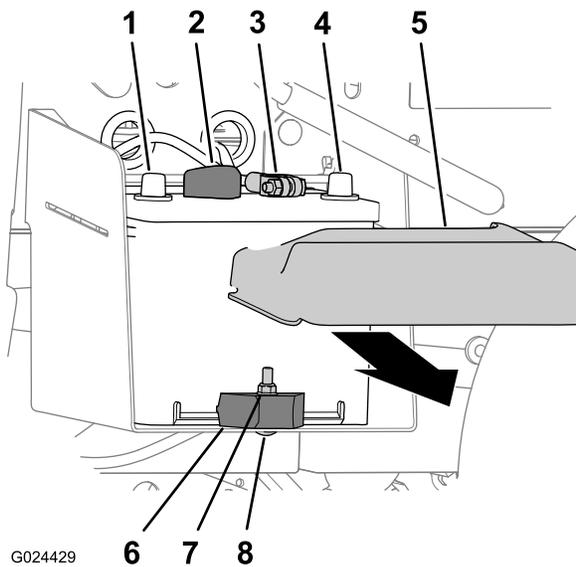

图 47
1. 挤压电池盖的侧面从电池顶部取下电池盖图 47。
2. 将负极电池接线与电池的端子断开图 47。
3. 将正极电池接线与电池的端子断开图 47。
2. 卸下将电池固定到电池托盘的锁紧螺母、托架螺栓和电池夹图 47。
3. 从电池托盘中取出电池图 47。
1. 将电池与机器的电池托盘对齐图 47。
**注意** 如图 47 所示确保电池的正极和负极对齐。
2. 用电池夹、托架螺栓和锁紧螺母将电池固定到电池托盘图 47。
1. 将正极电池接线连接到电池的端子图 47。
2. 将负极电池接线连接到电池的端子图 47。
3. 将电池盖安装到电池的顶部图 47。